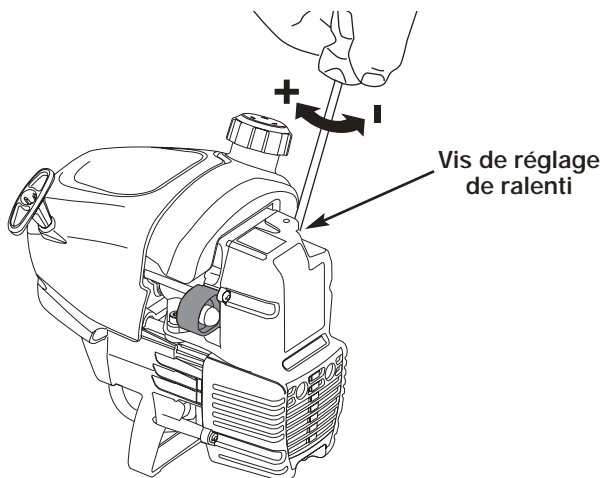

Figure 43
Le régime ralenti du moteur est réglable par le couvercle du filtre à air/silencieux (Fig. 43).
2. Relâchez le levier d'accélérateur et laissez le moteur au ralenti. Si le moteur s'arrête, insérez un petit tournevis à embout cruciforme ou à tête plate dans le trou du couvercle du filtre à air/silencieux (Fig. 43). Vissez la vis de ralenti de 1/8 de tour à la fois (selon le besoin) jusqu'à ce que le moteur se mette bien au ralenti.